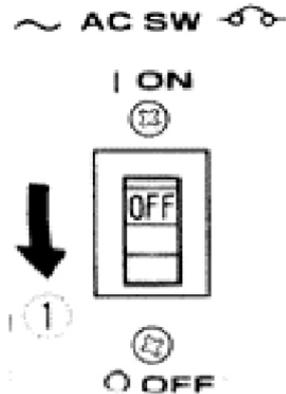

Рис. 20
1. Встановіть вимикач живлення електроприладу в положення OFF («ВИМК.» або від'єднайте його силовий кабель від розетки генератора. Переведіть автоматичний вимикач у положення OFF («ВИМК.»)(Рис.20).